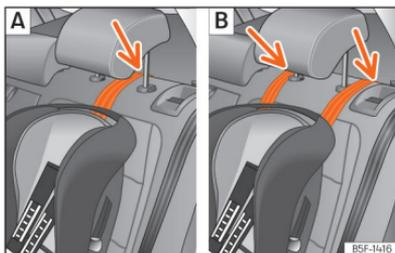

Fig. 41 Bancos traseiros: ajuste e montagem em função do cinto Top Tether.
- Coloque a correia por baixo do encosto de cabeça (em função das instruções da própria cadeira, levante ou retire o encosto de cabeça se for necessário) >>> **Fig. 41.**